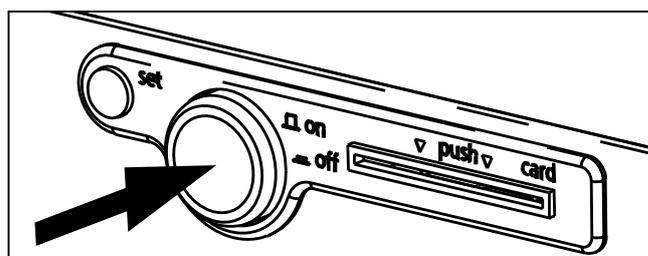

рис. 1
- ▶ Установите главный выключатель на лицевой стороне шкафа в утопленное положение (рис. 1).